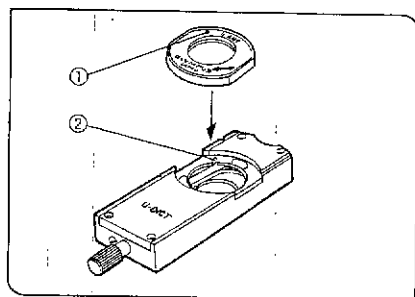

図 93
(図93~98)
- 2) アナライザ(U-ANT)の指標①と、透過微分干涉プリズム(U-DICTのみぞ)②を合わせてアナライザ取付座に落し込みます。(図93)